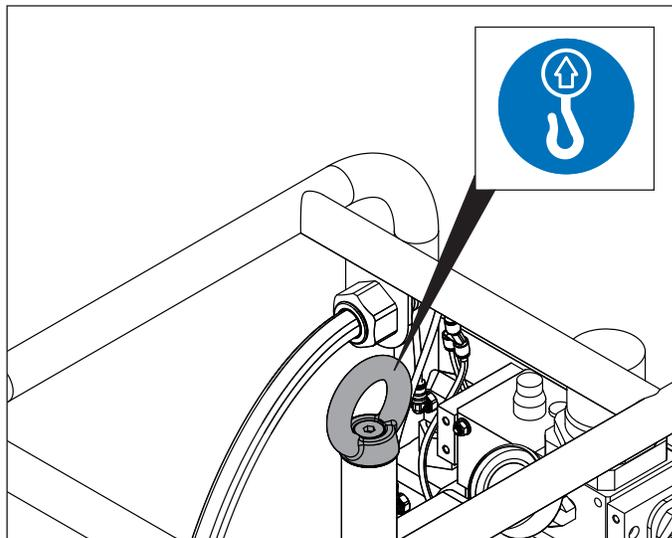

Abbildung 7: Hebeöse der Pumpe
- Die Pumpe darf ausschließlich mithilfe der eingebauten Hebeöse angehoben werden. Siehe Abbildung 7. Der Schutzrahmen, der Hydrauliköltank oder das Gehäuse des Druckluftmotors dürfen NICHT als Hebeort verwendet werden.